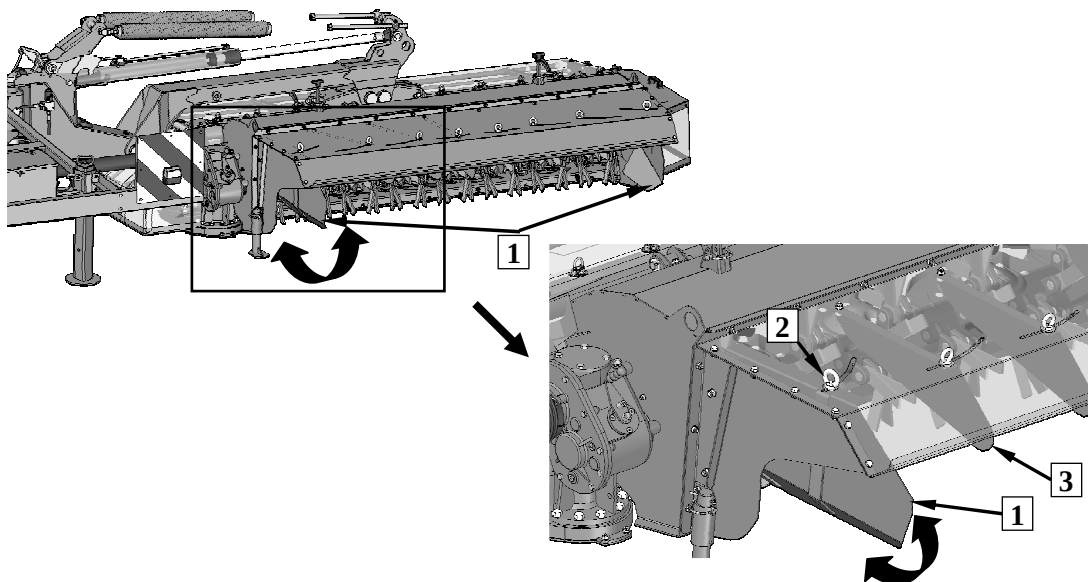

Рис. 32. Регулировка скребков покоса: 1- скребок покоса, 2 – регулировочный болт, 3 - рулевое колесо покоса
С целью установки ширины покоса следует совершить регулировку скребков покоса (1) (Рис. 32) (касается: KDD 861 S (H), KDD 941 S (H), KDD 860 S (H) і KDD 940 S (H), KDD 861 S T (H), KDD 941 S T (H), KDD 860 S T(H) і KDD 940 S T (H)):
- ❑ травить болт с петлей (2) скребка покоса,
- ❑ установить скребок покоса (1) в зависимости от требования,
- ❑ докрутить болт (2),
- ❑ равномерное раскладывание покоса можно регулировать рулевыми колесами (3) аналогичным образом как регулируются скребки.